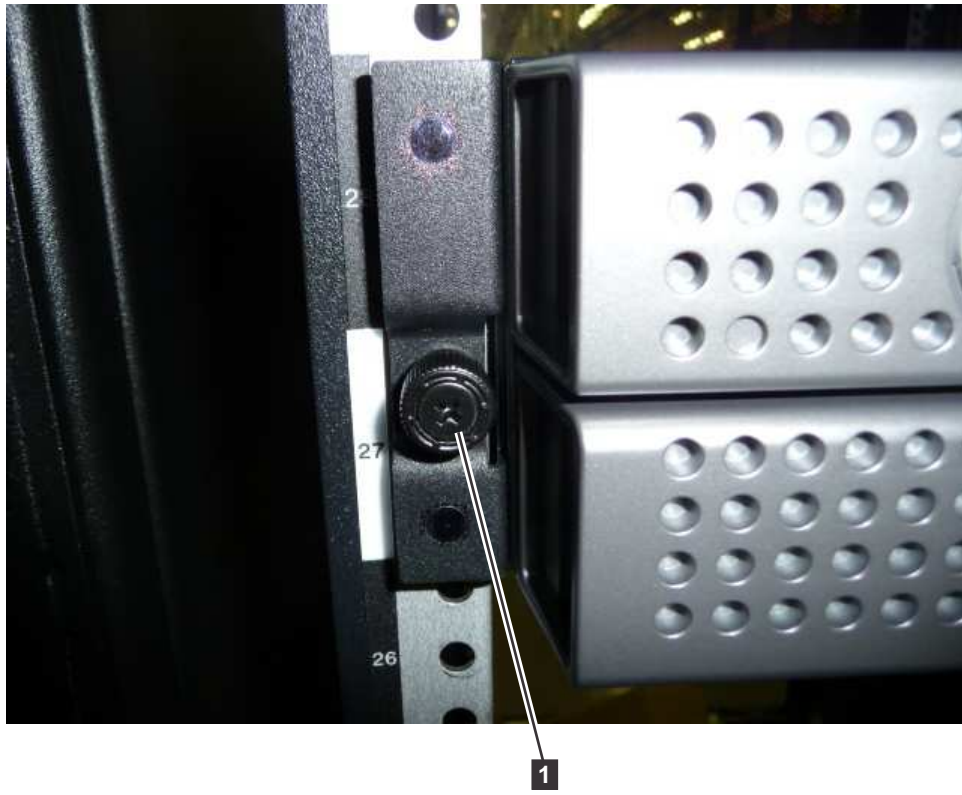
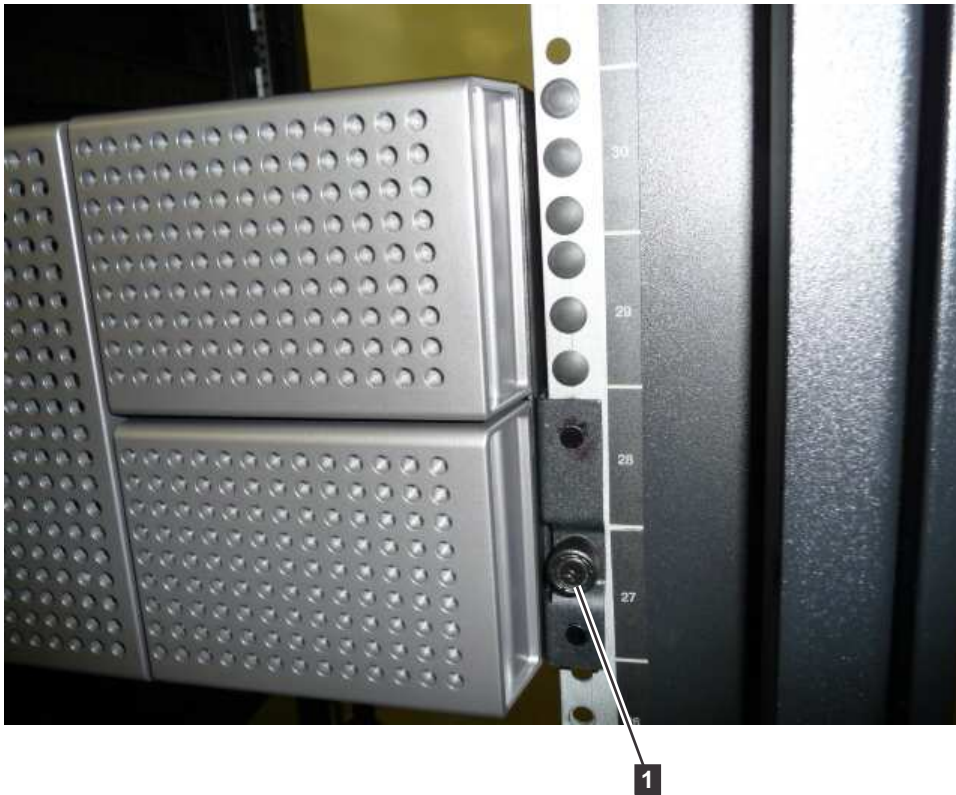

图 35. 将 2U 磁带库固定在机架上
图 36. 将 4U 磁带库固定在机架上
8. 使用 2 号 Philips 十字螺丝刀将螺钉放入每个安装支架中部的孔中然后拧紧 (1)，以此将磁带库固定在机架上 (请参阅第 49 页的图 35 或第 50 页的图 36)。
9. 为 4U 磁带库安装圆形或方形机架孔外盖，如图 36 中所示。每侧都有 6 个外盖，共计 12 个。